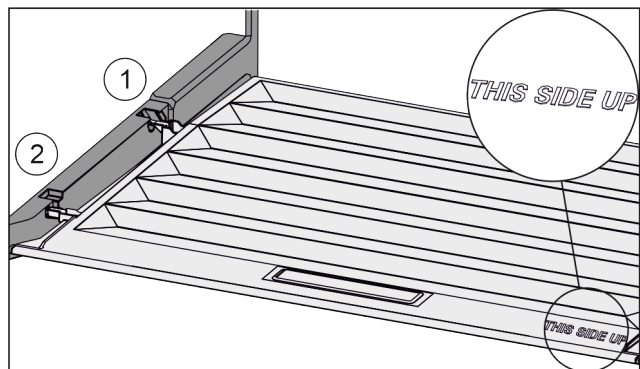

Fig. 26
- ▶ Robova predala vstavite nad odprtino zadnjega držala Fig. 26 (1), spredaj pa ju zataknete v držalo Fig. 26 (2).